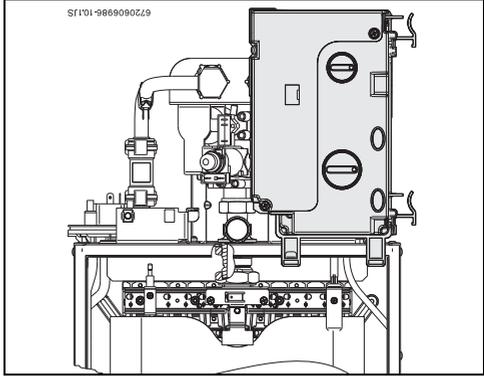

Рис. 16 Електронний блок у положенні регулювання тиску газу
- ▶ Розставити електронний блок, як показано на рис. 16.